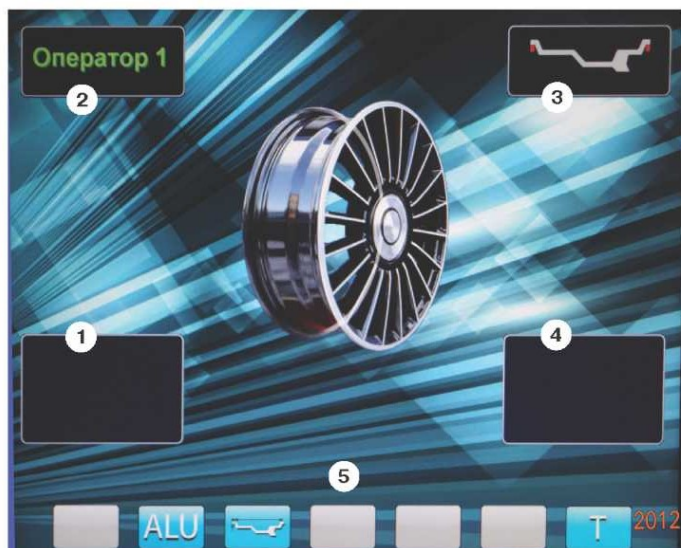

рис.8.2.
8.3. После включения питания СБ на экране монитора отображается фирменная заставка, которая через несколько секунд сменяется отображением экрана основного рабочего режима (рис. 8.2).
введения размеров колеса установился экран ввода геометрических параметров, необходимо перейти в экран основного рабочего режима нажатием кнопки «STOP». Для выбора нужной схемы нажмите кнопку верхнего ряда клавиатуры с соответствующим номером. Выбранная схема установки грузов отображается в окне 3 экрана основного рабочего режима (рис. 8.2).
12.2. При включении СБ программа измерения дисбаланса настраивается таким образом, что дисбаланс менее 5г (заводская установка) на любой плоскости коррекции не показывается, в этом случае в окнах 1 и 4 (рис. 8.2)
12.3.4. Для проверки результатов балансировки снова запустите СБ. Если колесо отбалансировано правильно, на индикаторах 1 и 4 (рис. 8.2.) отображаются символы «ОК».